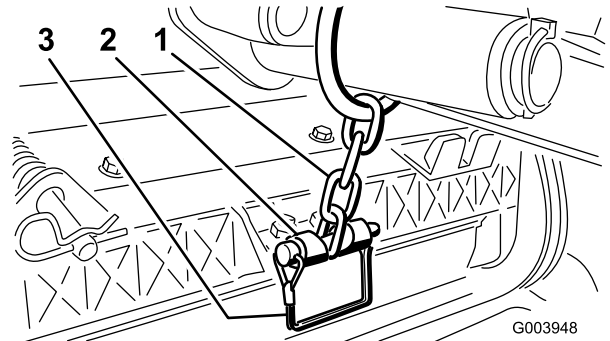

Figura 10
11. Prenda a corrente do braço de elevação ao suporte da corrente com o pino de encaixe (Figura 10).